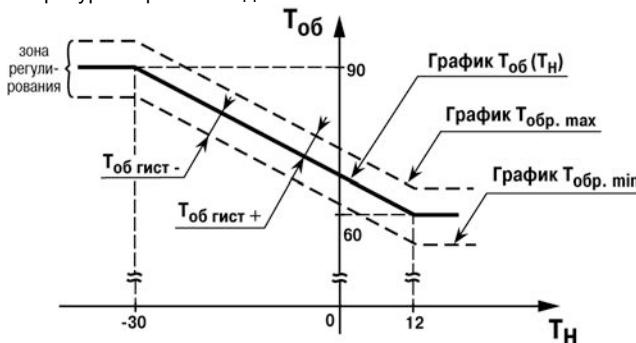

Рисунок 6.13
6.11.14 **Тобр. Гист+**, **Тобр. Гист-** – конфигурационные параметры, определяющие границы допустимого изменения относительно графика температуры обратной воды, возвращаемой в теплосеть (см. рисунок 6.13). При выходе температуры обратной воды за заданные пределы контроллер переходит к регулированию температуры обратной воды.